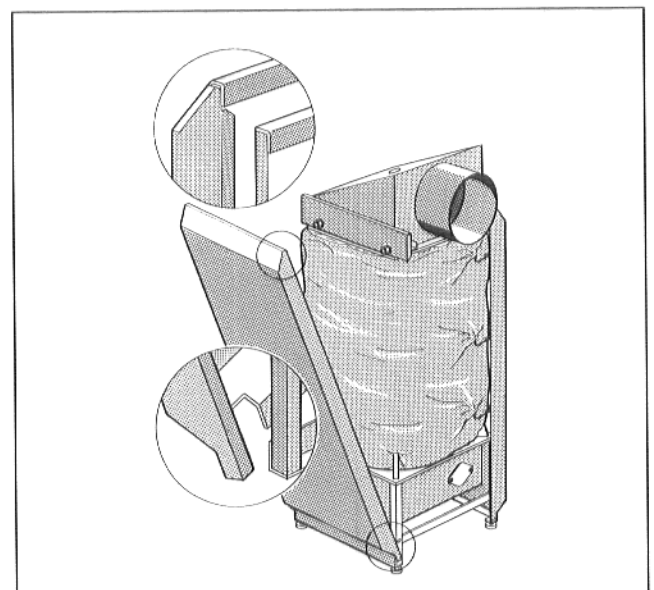

Abb. 7
- Rechte und linke Seitenwand mit der Abkantung unten in die Winkelleiste des Gerätesockels einsetzen und oben mit der U-Abkantung in die Traverse einhängen – Ausklinkung für Sockelbeine beachten (Abb. 7).